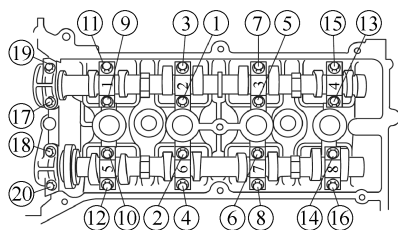

图 5-20 安装凸轮轴盖
⑫ 安装进气和排气凸轮轴以及 1 号气缸，使 1 号气缸活塞靠近压缩行程的 TDC 位置。
⑬ 将凸轮轴盖安装在图 5-20 中所示的位置，并且临时性地拧紧 2 号和 7 号凸轮轴安装螺栓。
⑭ 按照图 5-20 中数字所示的顺序统一拧紧两到三个部位的凸轮轴安装螺栓。